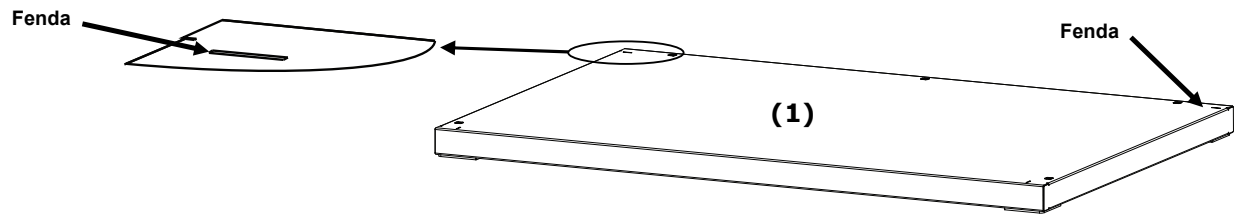

Figura 1. Painel inferior
1. Coloque o painel inferior (1) sobre uma superfície limpa e lisa. Consulte a Figura 1.